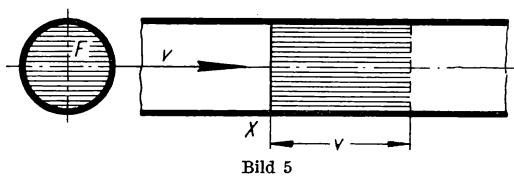

Bild 5
19. In einer Rohrleitung vom lichten Querschnitt F (Bild 5) bewegt sich das Wasser mit gleichförmiger Geschwindigkeit v . Wie groß ist die sekundlich gelieferte Wassermenge?